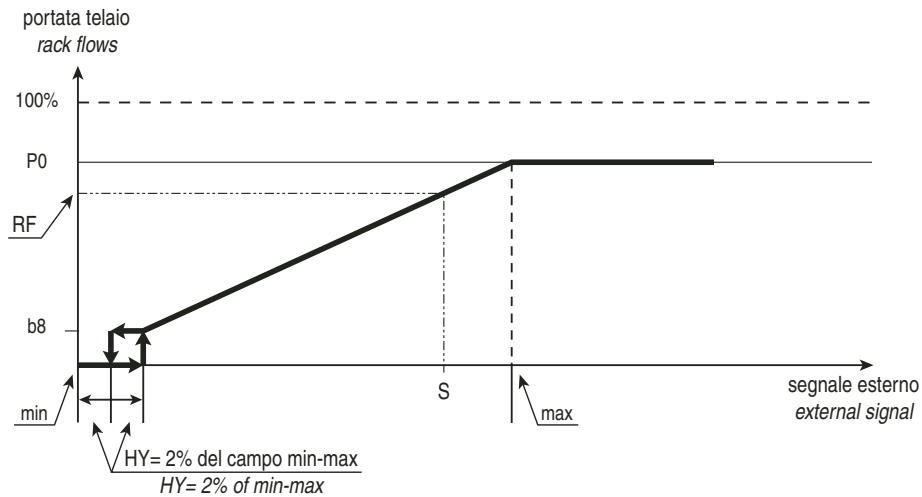

Fig. 3.3.1
1. il regolatore calcola che il valore della portata dell'acqua sia proporzionale al segnale esterno (fare riferimento al diagramma "PORTATA TELAIO VS. SEGNALE ESTERNO" Fig. 3.3.1);
1. controller computes the water flow value to be proportional to the external signal (see chart "RACK FLOW VS. EXTERNAL SIGNAL" Fig. 3.3.1)